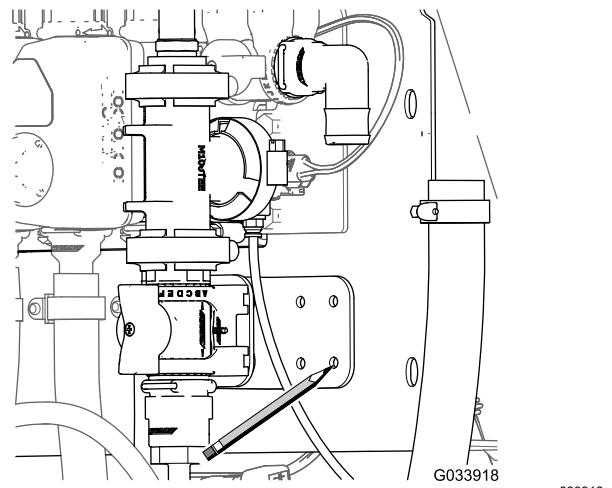

Figure 32
- En vous servant de la patte de fixation de la vanne de commande comme gabarit, repérez l'emplacement des trous de la patte à la surface du support du collecteur (Figure 32).